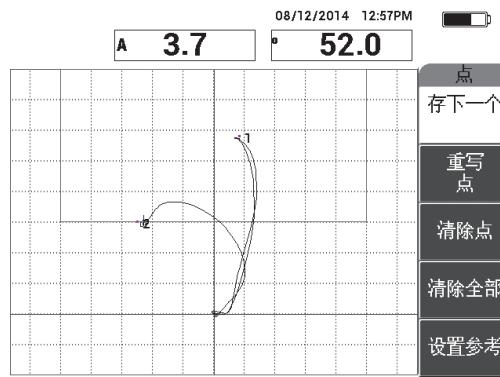

图 6-49 记录的第二个点
7. 慢慢地在第二个脱粘缺陷上滑动探头，然后按**存下一个** (A 键)，记录第二个点（参见第 147 页的图 6-49）。